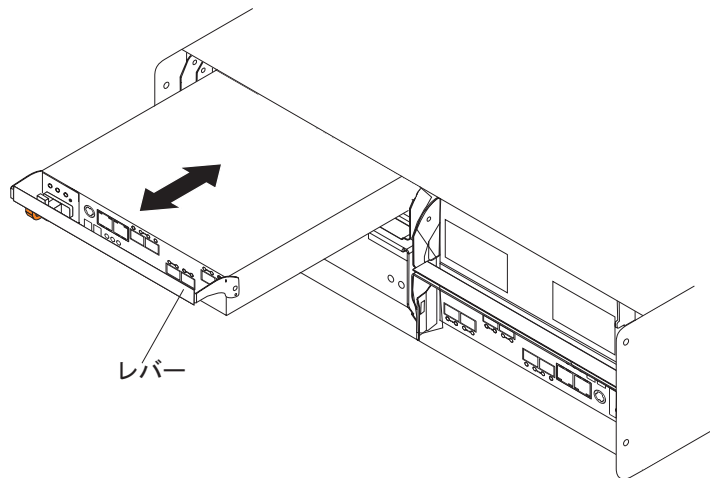

図 77. DS5020 からのコントローラーの取り外し
9. シャーシからレバーをゆっくりと手前に引いて、コントローラーをベイから取り外します。コントローラー・レバーを解放する際には両手を使用してください。140 ページの図 77 に、ストレージ・サブシステム・シャーシからスライドするコントローラーを示します。